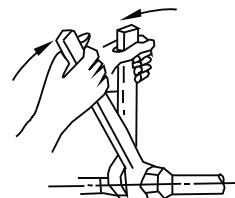

Рис. 8-2
- Правильно расположите соединительный трубопровод, заверните гайки сначала вручную, а затем затяните их гаечным ключом (см. рис. 8-2).